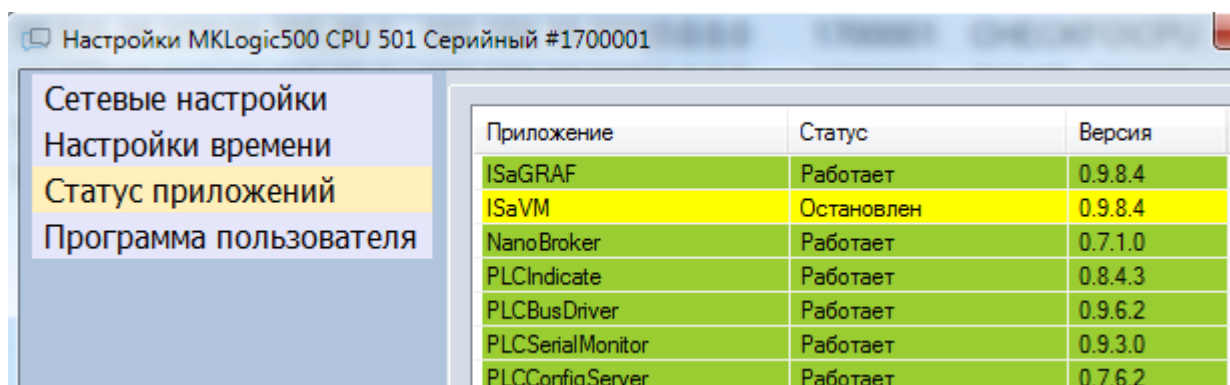

Рис. 105 – Состояние системного ПО модуля CPU со стёртой программой пользователя
3. Переключиться в раздел «Статус приложений» и через 15-20 секунд проверить состояние приложений, повторно нажав кнопку «Прочитать из CPU». Следует дождаться статуса приложений, показанного на Рис. 105. Также должны погаснуть светодиоды «Run» и «Act» на лицевой панели модуля CPU.